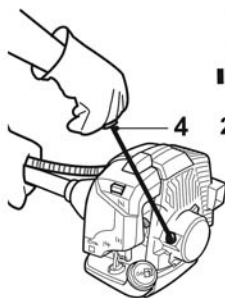

Fig. 22
- > Imobilize o produto e puxe a pega do arranque [4] 4 a 5 vezes; a máquina não deve arrancar para já (fig. 22).
- > Imobilize o produto e puxe a pega do arranque com força [4] até o motor arrancar (fig. 22).
- > Imobilize o produto e puxe a pega do arranque [4] com força; repita até o motor arrancar (fig. 22).